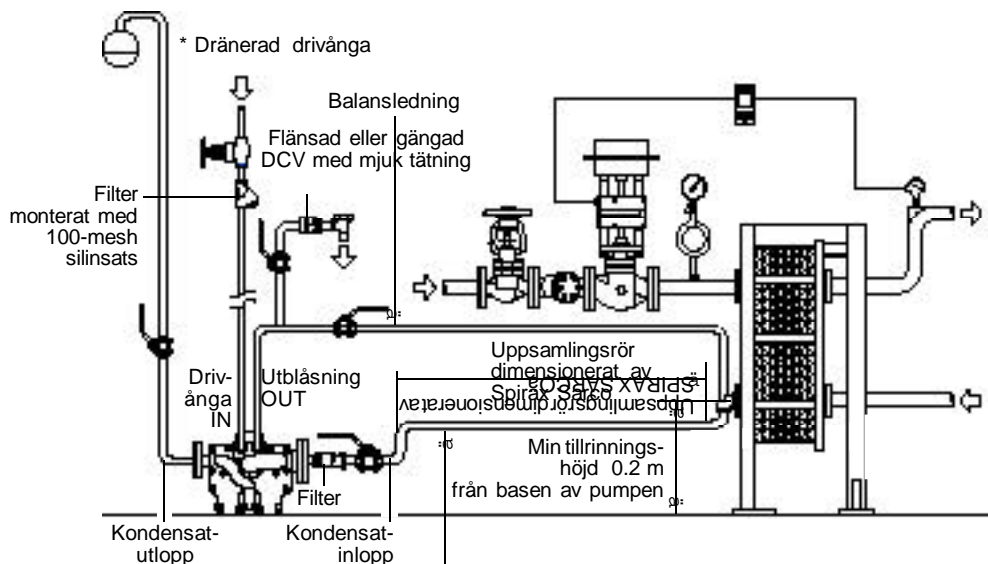

Fig. 11 Det rekommenderas att installera uppsamlingskärlet åtminstone 1rördiameter under processutloppet men så högt som möjligt ovanför APT14-inloppet.
Det rekommenderas att det här uppsamlingskärlet för kondensat är placerat åtminstone 1 rördiameter under processutloppet men så högt som möjligt ovanför APT14:s inlopp. Det är viktigt att ett filter av y-typ med en silinsats med 0,8-millimeters perforering från Spirax Sarco monteras vid (i) kondensatinloppet i APT14, se Fig. 11.
APT14 har fyra anslutningar. DN40 (1½") ska anslutas till utloppet av den utrustning som dräneras och DN25 (1") ska anslutas till kondensatreturledningen. Flödespilarna visar den korrekta flödesriktningen. DN15 (½")-porten som är markerad med (IN) ska anslutas till en dränerad drivångstillförsel. \* **Det är viktigt att den här ångledningen dräneras från kondensat med en kondensatavledare från Spirax sarco samt filtreras med ett smutsfilter som har 100 mesh-silinsats.** Den gängade DN15 (½")-porten som är markerad (OUT) ska monteras så nära utrustningens kondensatutlopp som möjligt och fungera som tryckbalansledning. Den här balansledningen måste alltid anslutas på ovansidan av kondensatröret, vilket visas i Fig. 11.